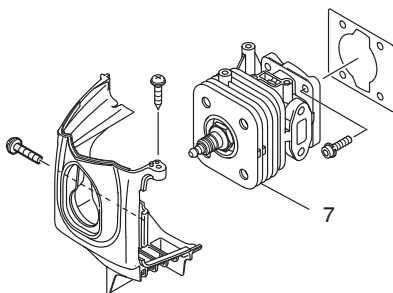

Fig. 16
**Nettoyage des ailettes du cylindre (Fig. 16)**